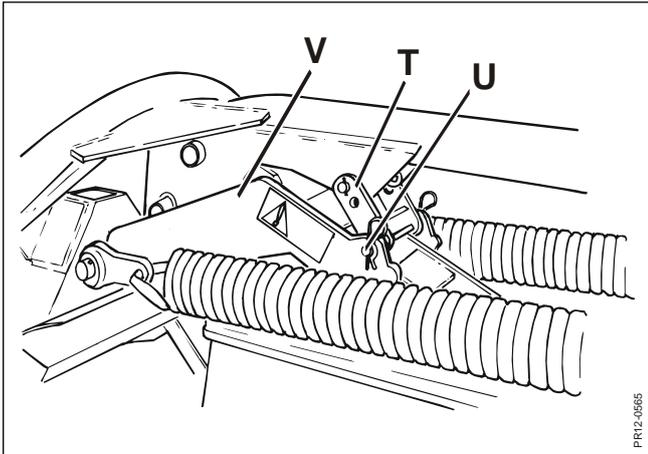

Fig. 2-13
**Fig. 2-13** Vor dem Transport die Transportverriegelung **T** mit dem Zapfen **U** in die Löcher oben auf dem Zentralparallelarm **V** befestigen und mit Splitter in beiden Seiten sichern.
**WICHTIG:** Die Verriegelung muß immer während des Transportes der Maschine in der Position wie auf Fig. 2-13 sein.